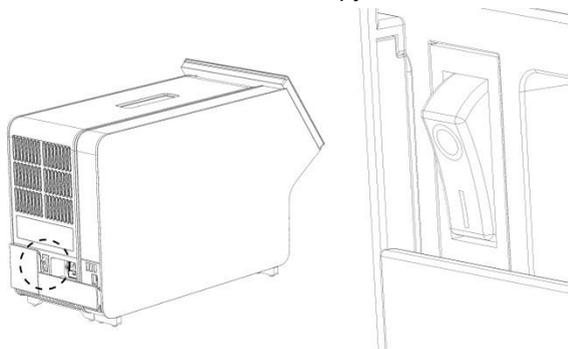

**Рис. 17. Подсоединение кабеля питания.**
8. Подсоедините кабель питания, входящий в комплект поставки QIAstat-Dx Analyzer 1.0, к задней панели изначально имевшегося аналитического модуля (рис. 17).